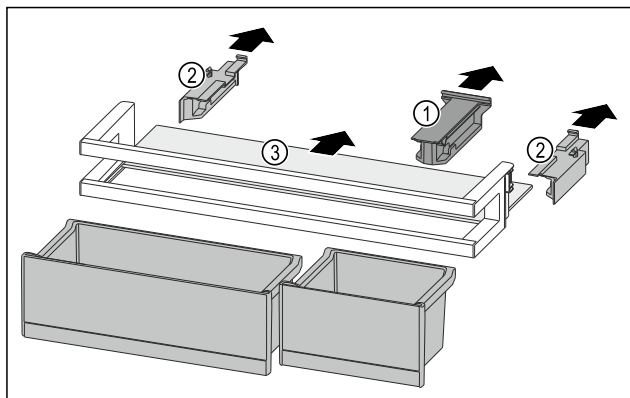

Fig. 258
- Halteteil Fig. 258 (1) abziehen.
- Seitenteile Fig. 258 (2) abziehen.
- Abstellfläche Fig. 258 (3) entnehmen.